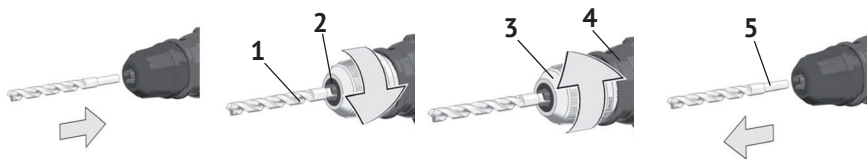

рис. 3
Установка/снятие рабочего инструмента (сверло, бита) в патрон (см. рис.3):
- вращением патрона (рис.3 поз.3) против часовой стрелки, развести кулачки патрона (рис.3 поз.2) на расстояние, необходимое для установки рабочего инструмента;
- вставить хвостовик (рис.3 поз.5) сверла (биты) между кулачками;